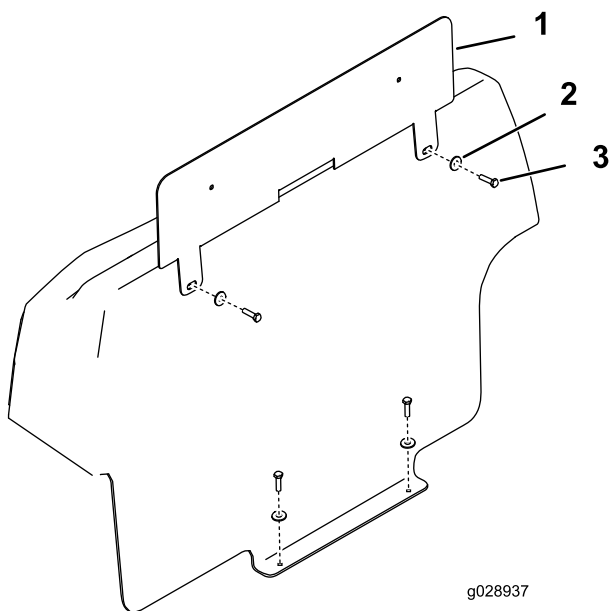

Figura 8
- Instale el tabique y el soporte de la placa de matrícula usando los 4 pernos y las arandelas que retiró anteriormente (Figura 8).